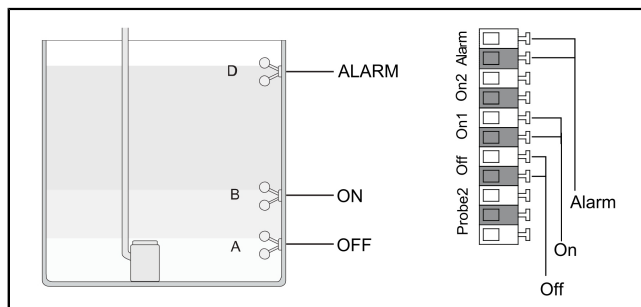

Fig. 3: Interruttore a galleggiante Mono (non ATEX)
- ▶ Estrarre la vite cieca (1).
- ▶ Collegare le estremità della linea dell'interruttore a galleggiante ai morsetti illustrati. (vd. "fig. 3: Interruttore a galleggiante Mono (non ATEX)", pagina 82 + vd. "fig. 4: Interruttore a galleggiante Duo (non ATEX)", pagina 82)